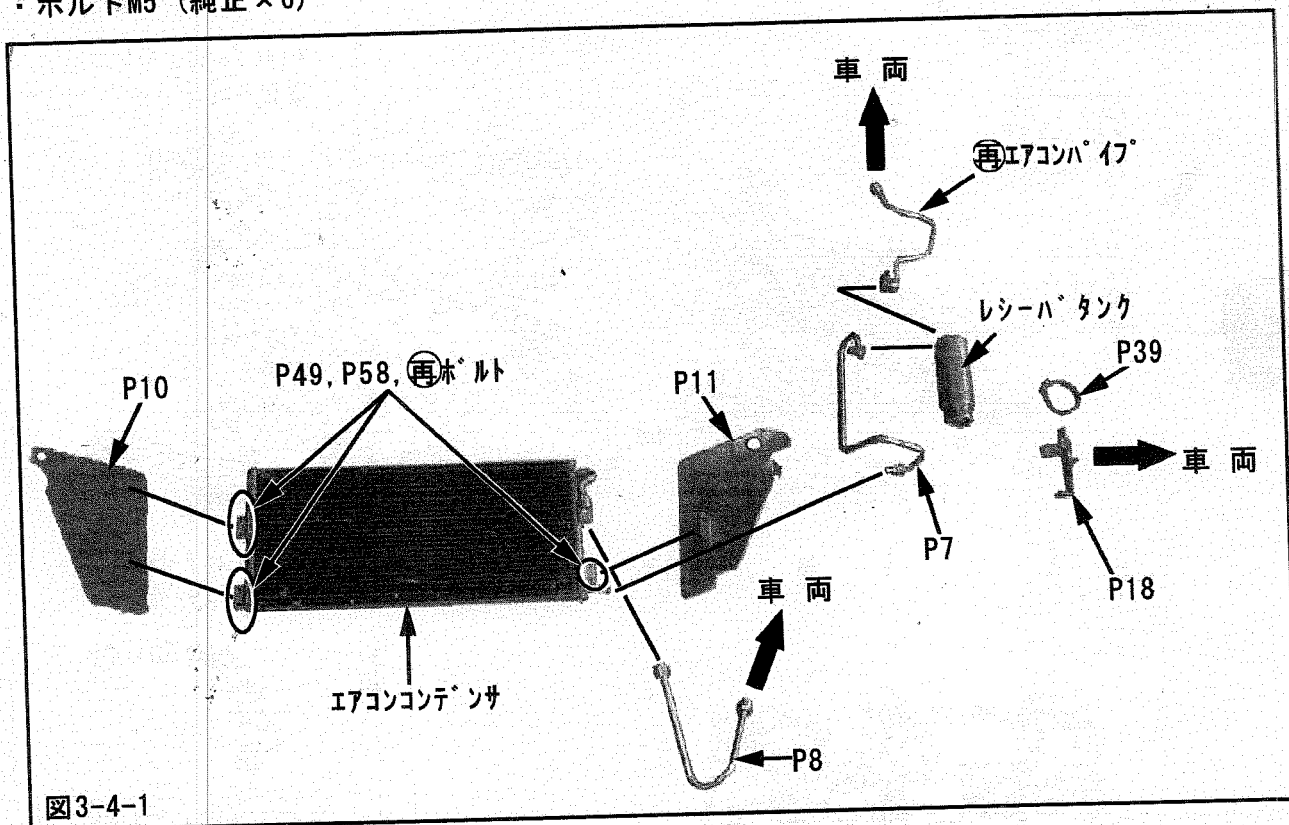

図3-4-1
(1) エアコンコンデンサをインタークーラステーNo.1, No.2に取付けてください。(図3-4-1)
- (4) エアコンパイプNo.1を車両に取付けてください。(図3-6-3, 図3-4-1)
- (5) Oリング(大)をエアコンパイプNo.2に取付けてください。
- (6) エアコンパイプNo.2を車両に取付けてください。(図3-6-3, 図3-4-1)